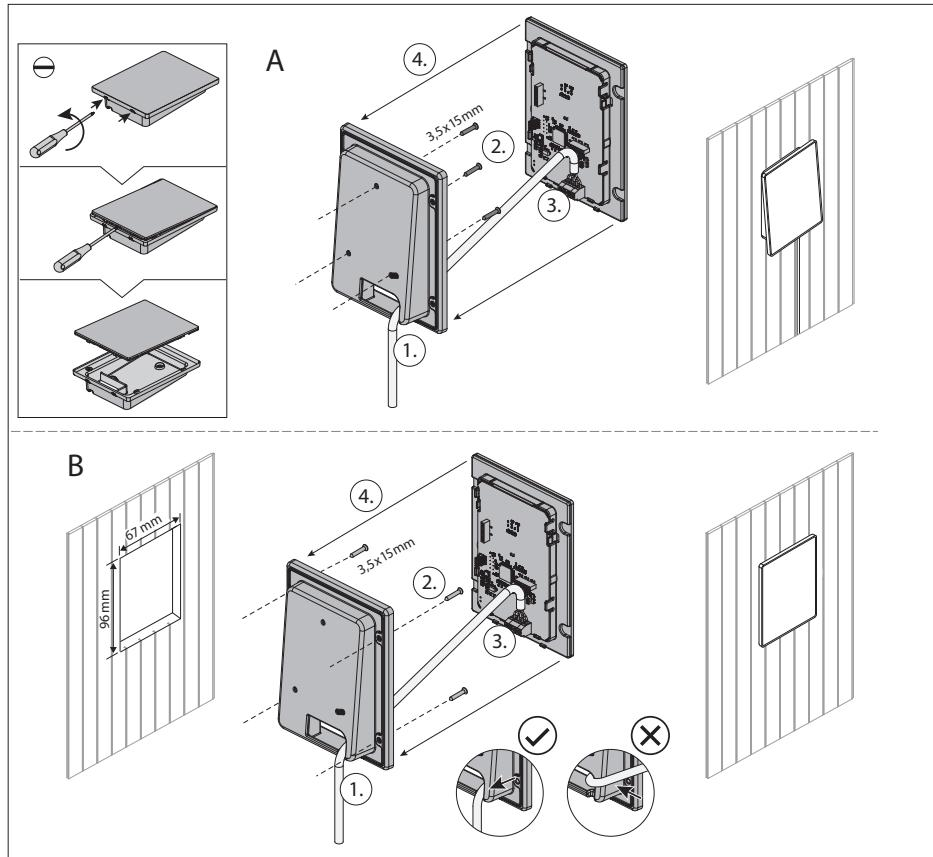

Рис. 1. монтаж устройства управления освещением Xenio RGBW
Устройство управления освещением Xenio RGBW подходит для открытого (A) и скрытого монтажа (B), см. **рис. 1.**